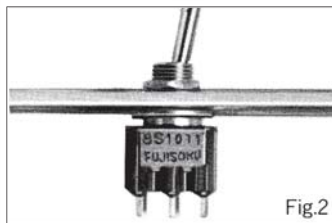

Fig.2
- (2) 取付パネルが厚い場合超小型シリーズには、スリーブの根元に座を設けてありますから1枚ナットでも取り付けができます。(但し、**8B**、**8Y**タイプは除く)(Fig.2)
- (2) When mounting the switch on a thick panel, the switch can be mounted with a single nut since the seat is provided at the base of the bushing (excluding **8B** and **8Y** types). (Fig.2)